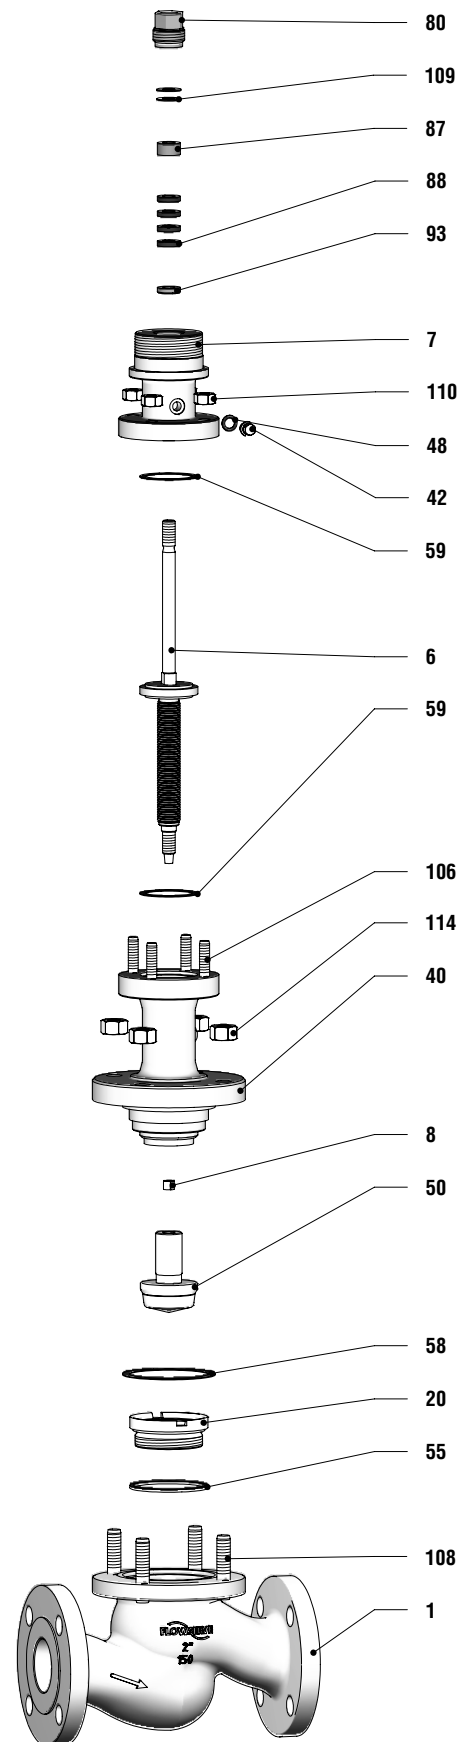

Abbildung 10: Zerlegen / Zusammenbau des Stellventils mit Balgeinheit Typ A (Ventilteile siehe Tabelle 13, Seite 17)
1. Sechskantmuttern (114) gegen Uhrzeigersinn lösen (siehe Abbildung 10: Zerlegen / Zusammenbau des Stellventils mit Faltenbalg-Ausatz Type A)